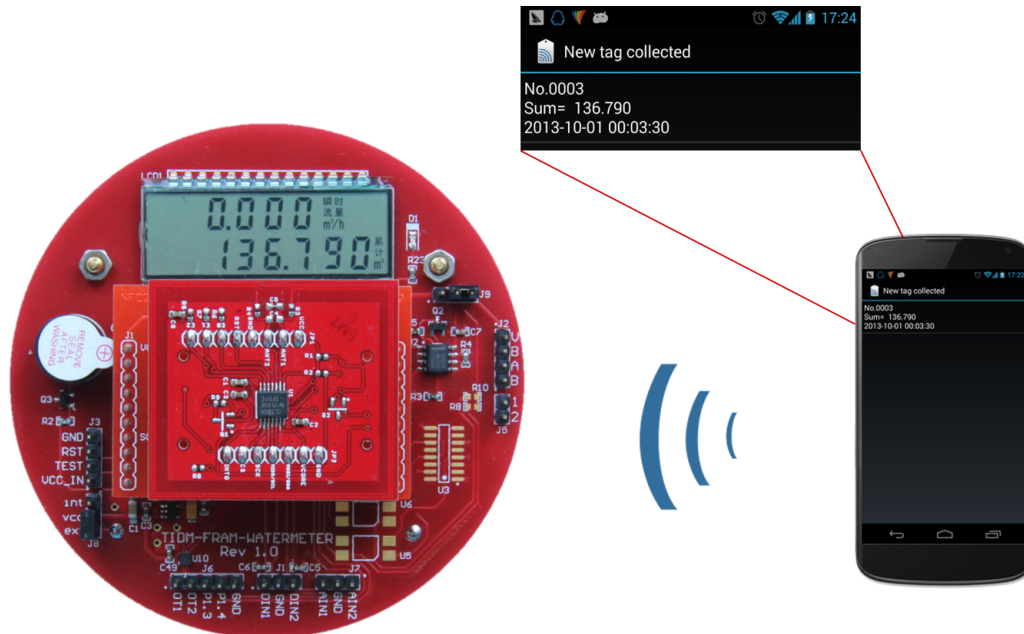

图 21. NFC AMR 演示
3. 将 NFC 读取器（例如配有 NFC 天线的智能手机）靠近 NFC BoosterPack 放置。标签信息将被发送到手机上并显示在屏幕上。标签内容包括水表编号、总流量数据和上次记录时间。请参见图 21：